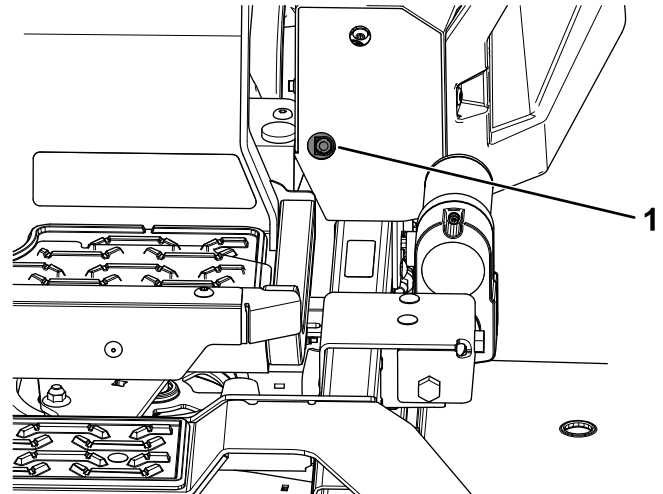
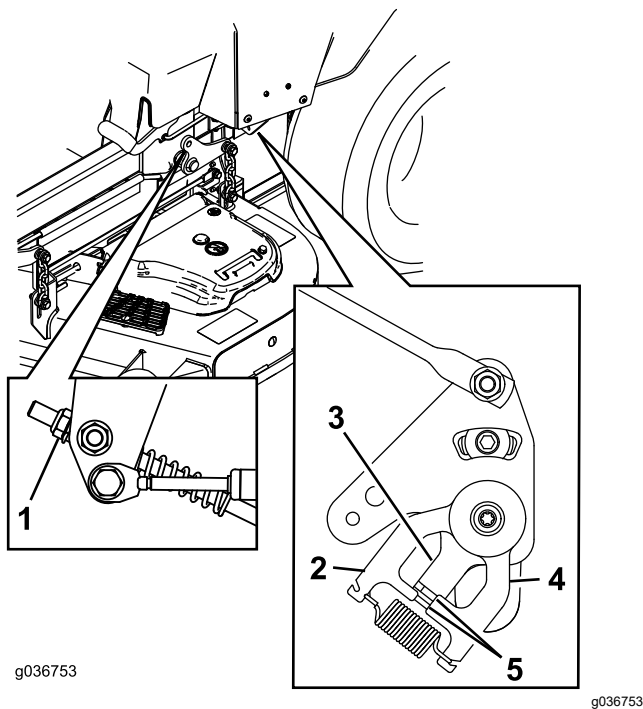

Bild 69
Bild 70
11. Stellen Sie die Länge der Pumpenschaltstange ein, indem Sie die Mutter in die entsprechende Richtung drehen, bis sich die Räder leicht rückwärts drehen (Bild 69 und Bild 70).